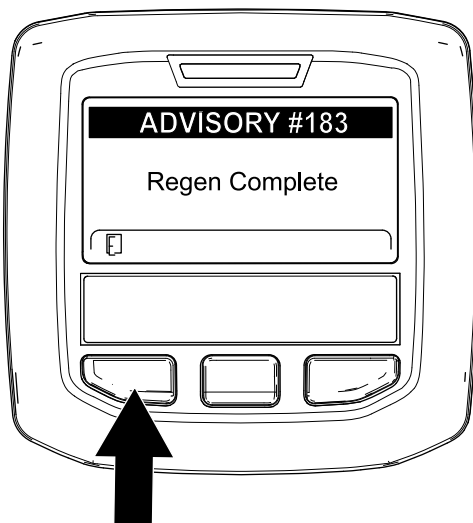

Bild 65
9. Wenn der Motorcomputer eine geparkte Regenerierung oder eine Wiederherstellung-Regenerierung abschließt, wird im InfoCenter ADVISORY #183 (Bild 65) angezeigt. Drücken Sie die linke Taste, um den Begrüßungsbildschirm anzuzeigen.